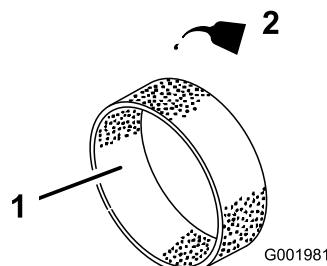

Figura 44
4. Coloque 30 ou 60 ml de óleo no filtro (Figura 44).